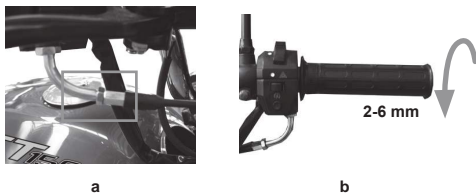

imagen 29. ajuste del puño del acelerador.
1. Ubicar la tuerca y la contratuerca de ajuste del acelerador. Ver imagen 29-A.
4. Revisar que el juego libre del acelerador esté dentro de la especificación, además de que la rotación sea suave desde la posición de cerrado hasta la posición de abierto. Ver imagen 29-B.